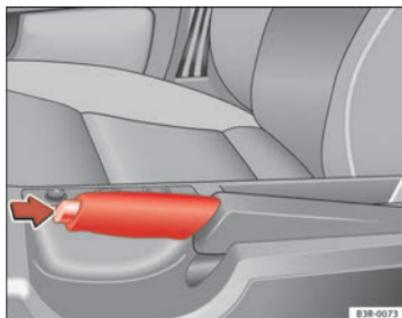

Fig. 138 Pormenor da consola central: Travão de mão accionado
- Puxe ligeiramente a alavanca do travão de mão e prima ao mesmo tempo o botão de bloqueio ⇒ **fig. 138** -seta-.